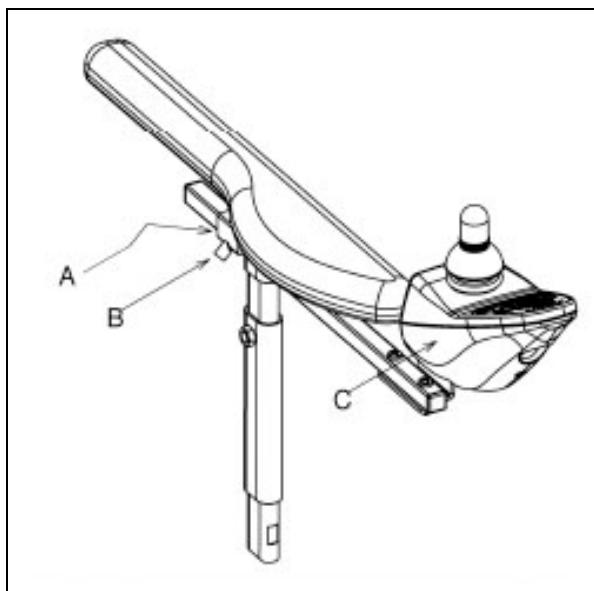

Bild 4.4
- Lossa ställskruven (A på bild 4.4) ett par varv med en skiftnyckel på 3mm.
- Skjut styrenheten (C på bild 4.4) till önskat läge.
1. Lossa ställskruven (B på bild 4.4) ett par varv med en sexkantsnyckel på 4mm.
2. Skjut styrenheten (C på bild 4.4) till önskat läge.